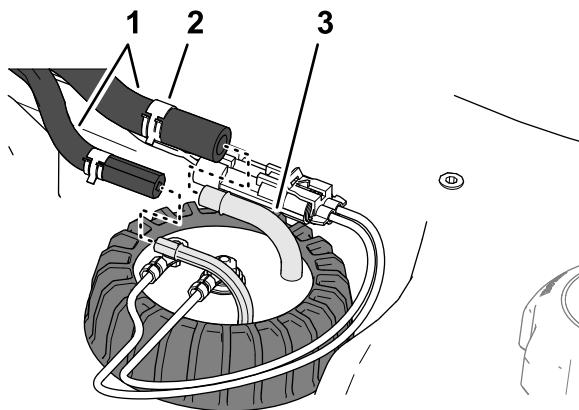

Figure 84
4. Éloignez les colliers qui fixent les flexibles sur les raccords vers l'intérieur du transmetteur de niveau de carburant, et débranchez les flexibles des raccords (Figure 84).